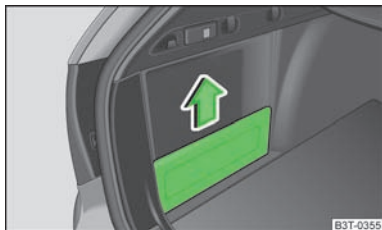

Fig. 104
► Prindeți capacul de partea de sus și scoateți-l cu grijă în sensul săgeții » fig. 104.